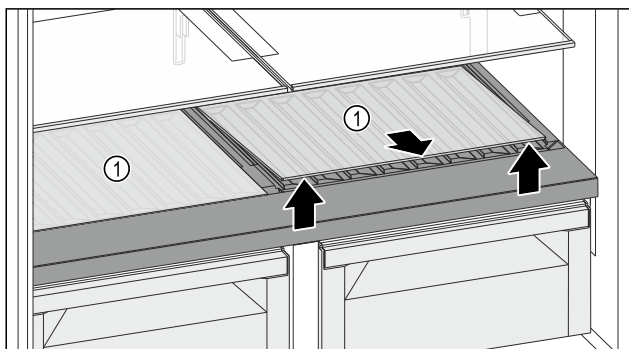

Fig. 124
- Jednu sklenú dosku alebo obidve sklené dosky Fig. 124 (1) na vybraní vpredu nadvihnite a vytiahnite.
- Sklenú dosku(y) Fig. 124 (1) bezpečne uchováajte mimo zariadenia.